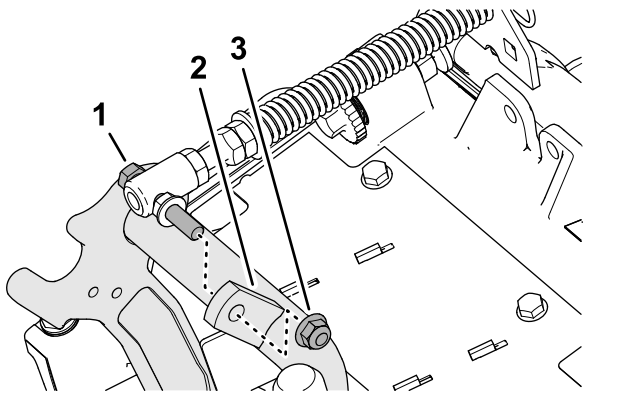

Figura 18
- Îndepărtați contrapiulia cu guler ($\frac{3}{8}$ ") care fixează dopul filetat al arcului de compensare pentru gazon pe umărul drept al cadrului de susinere i îndepărtați arcul de compensare de pe unitatea de tăiere (Figura 18).